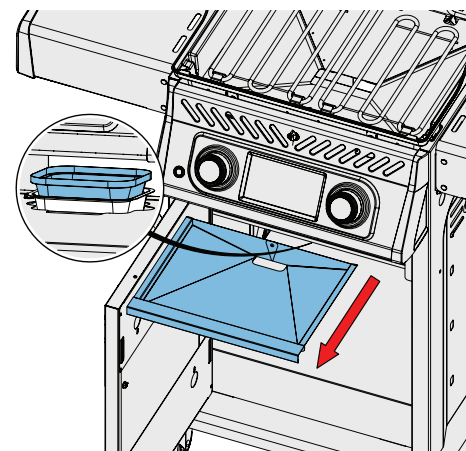

Fig. 8
1. Skub drypbakken ud af apparatet for at få adgang til den engangs-fedtopsamlng eller for at rengøre drypbakken. (Fig. 8)
- Rengør ofte for at undgå fedtophobning – cirka hver 4-5 gange. (Fig. 8)